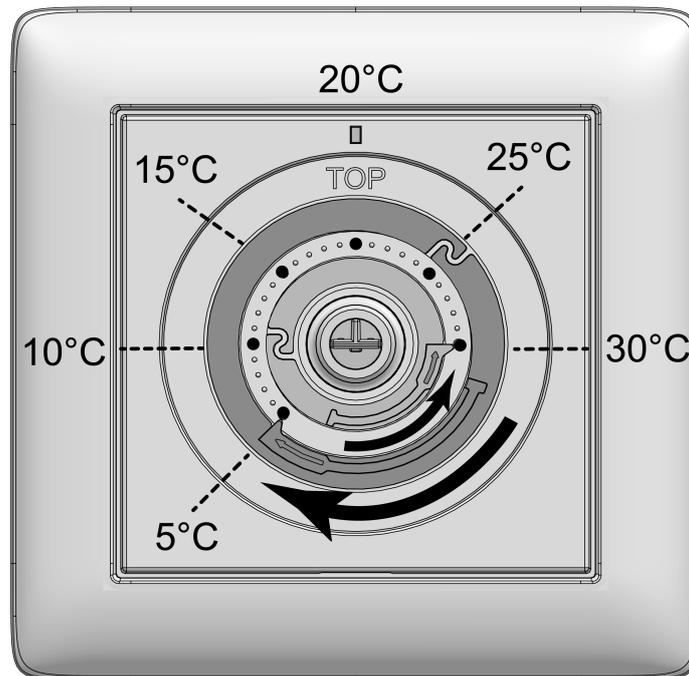

Figure 4: Bagues de réglage pour la limitation de température
En position centrale, l'appareil règle la température de consigne sur env. 20 °C. La température d'ambiance ainsi atteinte dépend du lieu de montage de l'appareil et des conditions ambiantes. La température de consigne la plus basse est d'env. 5 °C et la plus haute d'env. 30 °C (voir figure 4).
- Retirer le bouton de commande (5) de la plaque centrale (4) de sorte que les bagues de réglage (7) soient visibles (voir figure 4). Les valeurs de température représentées à l'image sont indicatives.